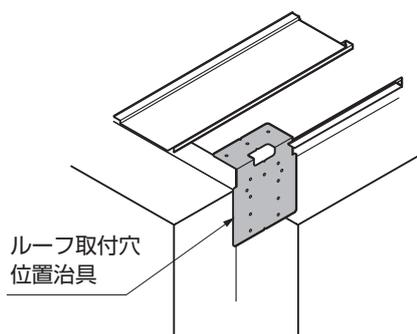

図12-44
- ルーフ取付穴位置治具の折り曲げ部を樋の入隅部に突き当てると正確に位置出しができます。（図12-44参照）
- 端部受け材は縦樋がつく側の端部から80mmの範囲は取付けしないでください。（図12-44参照）